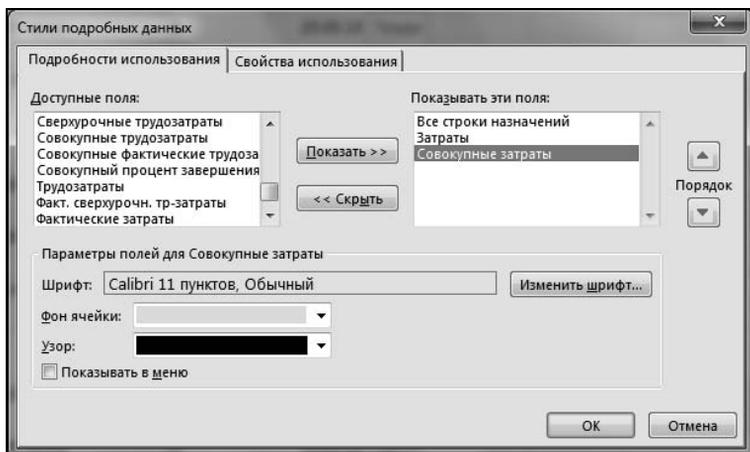

Рис. 5.25. Окно форматирования стиля подробных данных, вкладка **Подобности использования**
4. Альтернативный способ управления составом выводимых в форме **Использование задач** может быть реализован путем щелчка по кнопке **Добавить подробности** в области **Инструменты использования задач** ленты меню, открывающей окно **Стили подробных данных** (рис. 5.25). Выделить в левой части окна строку **Совокупные затраты** и нажать кнопку **Показать**.
7. Раскрывающиеся списки **Фон ячейки** и **Узор** позволяют форматировать представление таблицы в правой части описываемой экранной формы. Для закрытия окна **Стили подробных данных** следует нажать кнопку **ОК** (см. рис. 5.25).